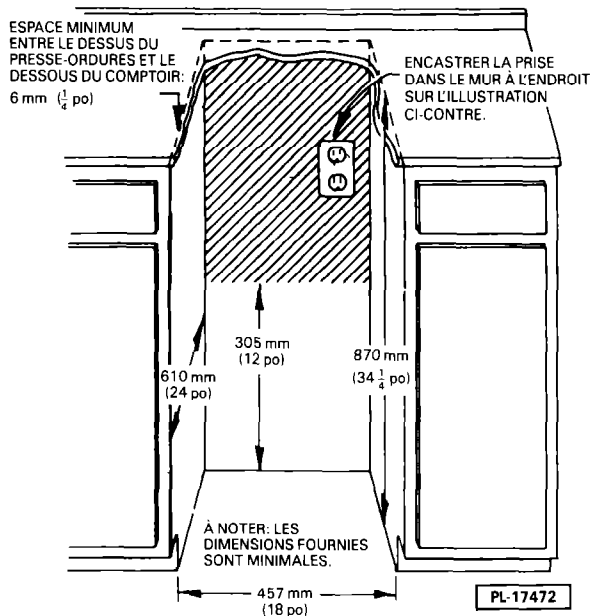

Fig. 2
1. Placez le presse-ordures devant l'encastrement prévu pour son installation sous le comptoir. Glissez le presse-ordures de côté en laissant assez d'espace pour insérer la fiche à 3 broches dans la prise murale à 3 orifices (partie ombrée de la fig. 2). Assurez-vous que le cordon est retenu par la pince située en haut de la partie arrière de l'appareil. **À NOTER:** Si l'on veut changer les panneaux avant, il faut le faire avant de brancher le presse-ordures. Référez-vous à la feuille d'instructions ci-jointe.